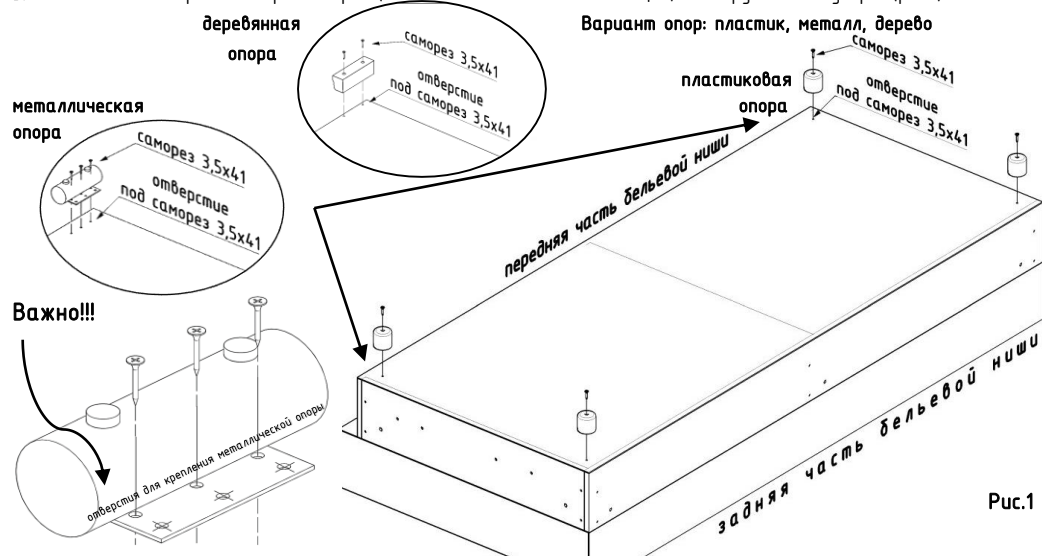

Рис.1
- Положить бельевую нишу сидением вниз. (рис.1)
- Взять опору (согласно комплектации), совместить ее отверстие с отверстием в бельевой нише. (рис.1)
- Вставить в отверстие опоры саморез (в зависимости от комплектации) и закрутить до упора. (рис.1)